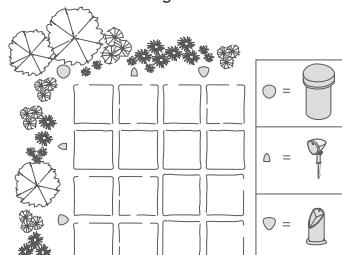

Figura 2
- Combinado con altavoces de bolardo de la serie BL de Definitive Technology y/o un subwoofer LS-80 o LS-100 (ver figura 2)